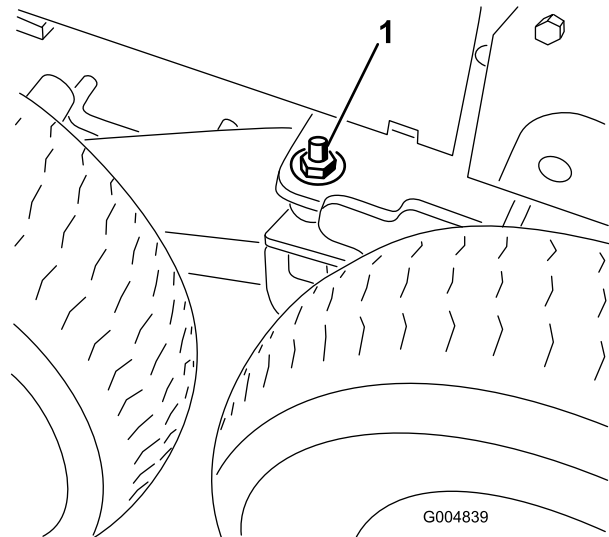

Figura 134
3. Afloje y retire la contratuerca y la arandela plana del soporte de giro del bogie (Figura 134).
6. Baje el gato de suelo hasta que el bastidor quede apoyado sobre las ruedas delanteras. Instale las arandelas planas (1/2 pulgada) y las contratuercas en el espárrago del pivote del bogie (Figura 134) y apriételas a 102 N·m (75 pies-libra).